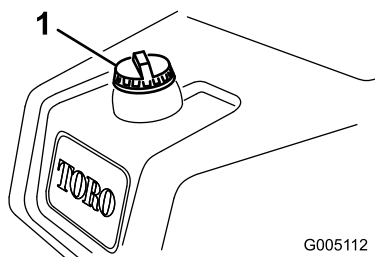

Bild 19
1. Reinigen Sie den Bereich um den Tankdeckel herum und nehmen Sie den Deckel ab (Bild 19).